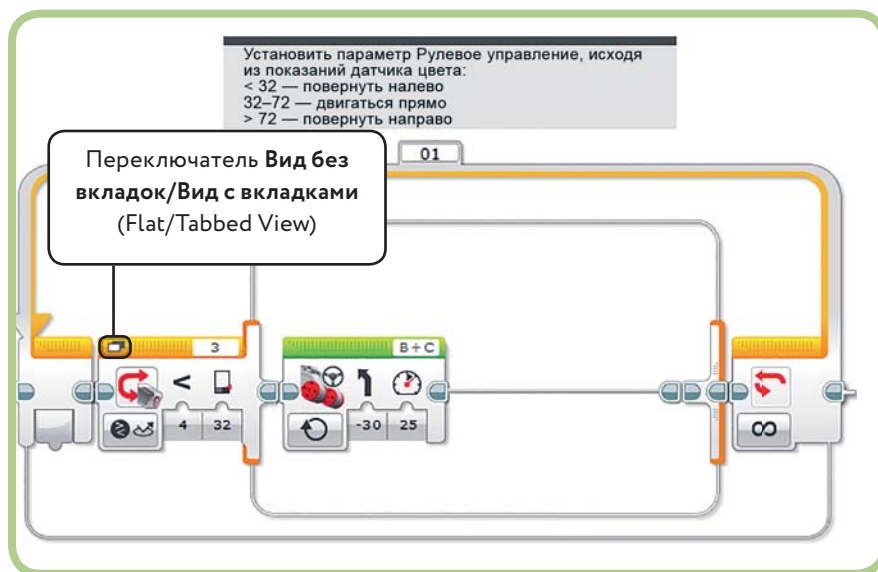

Рис. 6.10. Отображение блоков **Переключатель** (Switch) в режиме **Вид с вкладками** (Tabbed View)
Программа *LineFollower* использует *вложенные* блоки **Переключатель** (Switch), т. е. один блок **Переключатель** (Switch) находится внутри другого. Вложенные блоки **Переключатель** (Switch), как правило, занимают на экране много места, что затрудняет работу с остальной частью программы. Для уменьшения размера блоков **Переключатель** (Switch), выбери **Вид с вкладками** (Tabbed View). Для этого щелкни по кнопке **Вид без вкладок/Вид с вкладками** (Flat/Tabbed View). Теперь программа занимает на экране гораздо меньше места (рис. 6.10).
**ПРИМЕЧАНИЕ** При использовании блока **Переключатель** (Switch) в режиме **Вид с вкладками** (Tabbed View) лучше помещать все комментарии над самым внешним блоком **Переключатель** (Switch), поскольку ты видишь только одну вкладку за раз, и комментарии внутри блока **Переключатель** (Switch) могут быть скрыты. На рис. 6.10 показан комментарий к коду программы для следования вдоль линии.